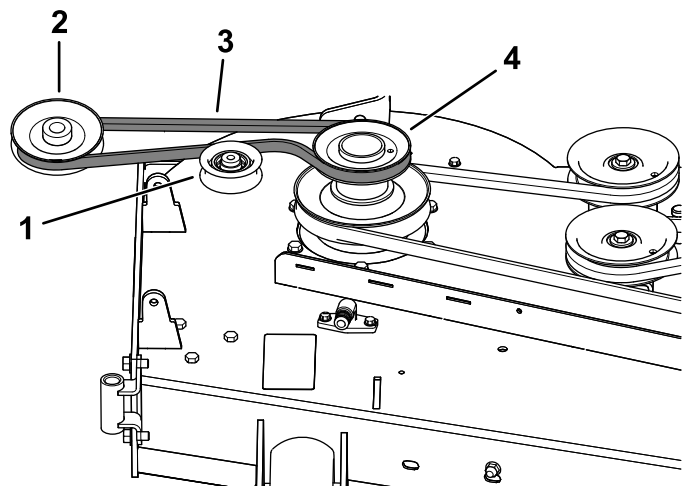
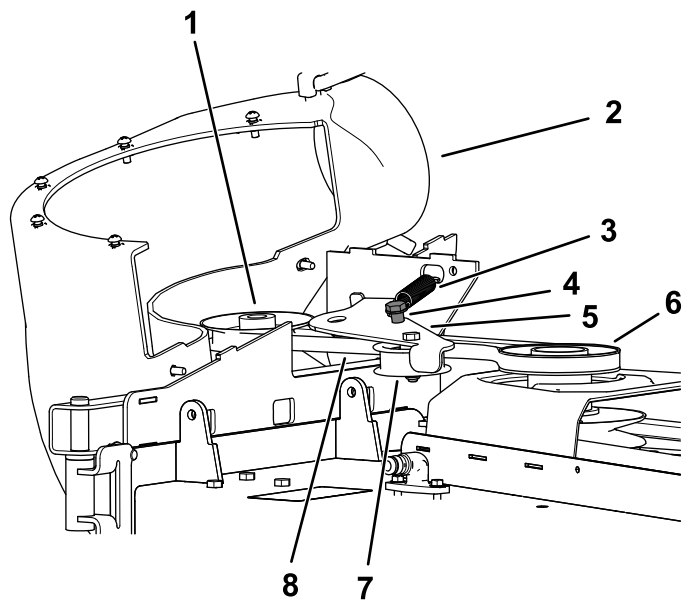

Bild 25
Bild 26
1. Legen Sie den Riemen ggf. um die Riemenscheibe des Gebläses (Bild 25).
1. Verlegen Sie den Riemen um die Gebläseriemenscheibe (**Bild 25** und **Bild 26**), siehe **11 Einbauen des Gebläses (Seite 16)**.
3. Ziehen Sie die gefederte Spannscheibe von der starren Federstrebe weg und verlegen Sie den Riemen um die Riemenscheibe am Mähwerk (Bild 26).
4. Verlegen Sie den Riemen um die Antriebsscheibe, wie in Bild 25 und Bild 26 dargestellt.